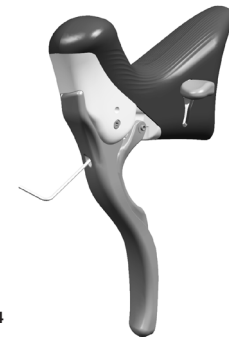

Abb.4
- Setzen Sie einen Inbusschlüssel mit 2,5 mm in die Öffnung Y ein, sodass Sie den Stift erreichen (Abb.4).